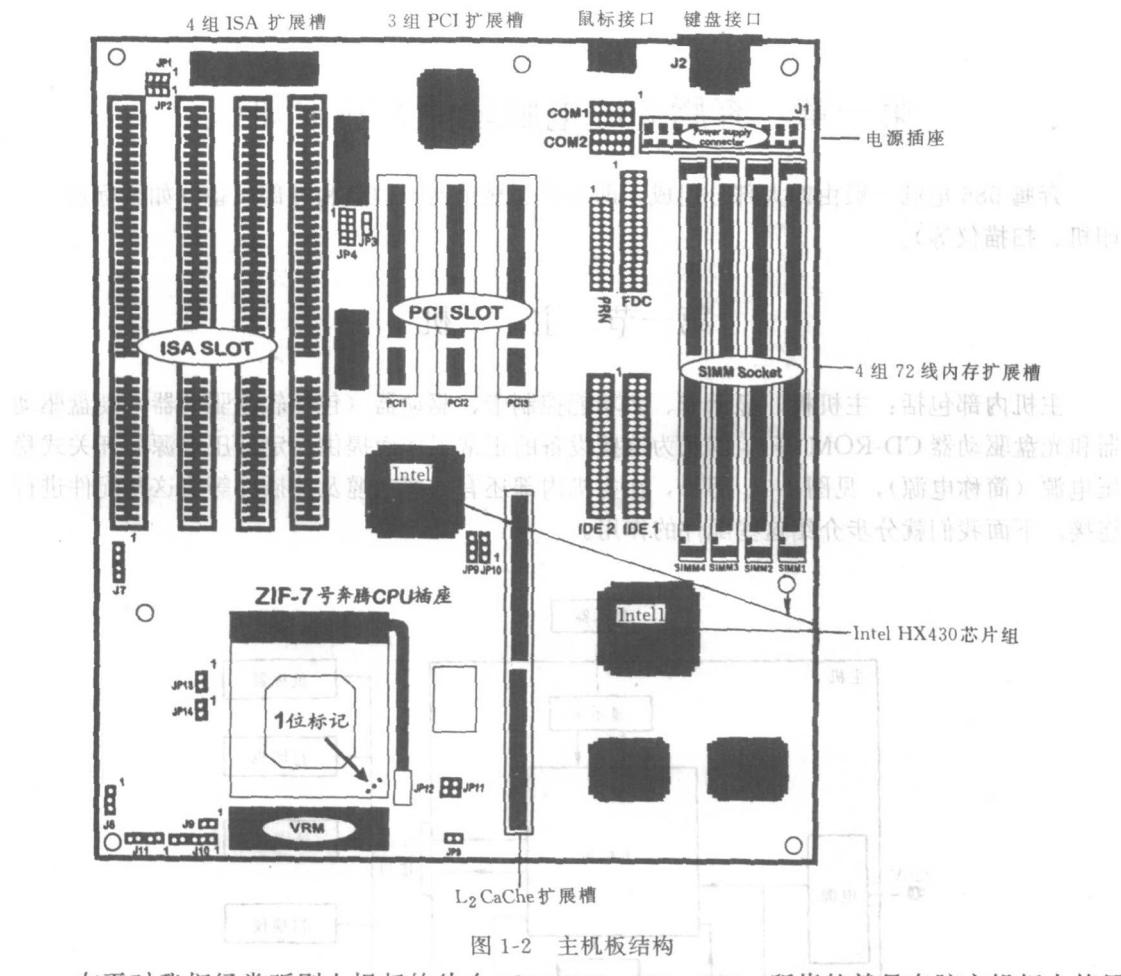

图 1-2 主机板结构
在上述那些组成主机的各配件中主机板是心脏部件。其性能好坏直接影响到电脑的工作速度和效率，结构见图 1-2。
从图 1-2 中我们看到，在主机板上有二片四面都有引出脚的体积比较大的集成电路，这就是超大规模门阵列芯片，也就是 586 电脑上所说的套片。
(1) BIOS 的概念 BIOS 是英文 “Basic Input Output System” 的字头缩写, 即基本输入输出系统的意思。在电脑主板上 (见图 1-2), 它是一片集成电路。实际是 PROM、EPROM 或 EEPROM 集成电路芯片中的一段电脑程序的简称。
2) 内存的发展。从图 1-2 中我们可以看到在主机板上有四个内存扩展插槽。这种插槽也叫锁式内存条扩展插槽。它的作用就是使内存条可以方便的插入和拔出，以便于组装电脑时根据不同的需要来进行内存容量的选配。